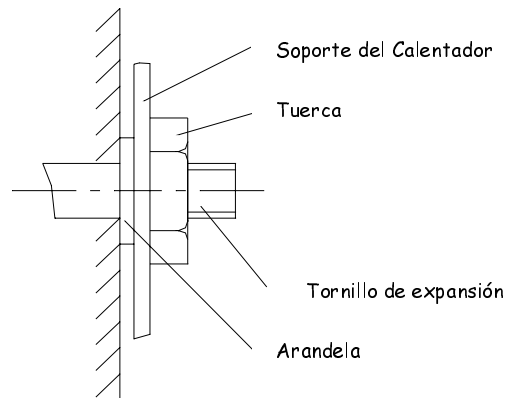

Fig. 5
2. Cuelgue el calentador sobre los cuatro tornillos de expansión y apriete las tuercas tal como se muestra en la Fig. 5.